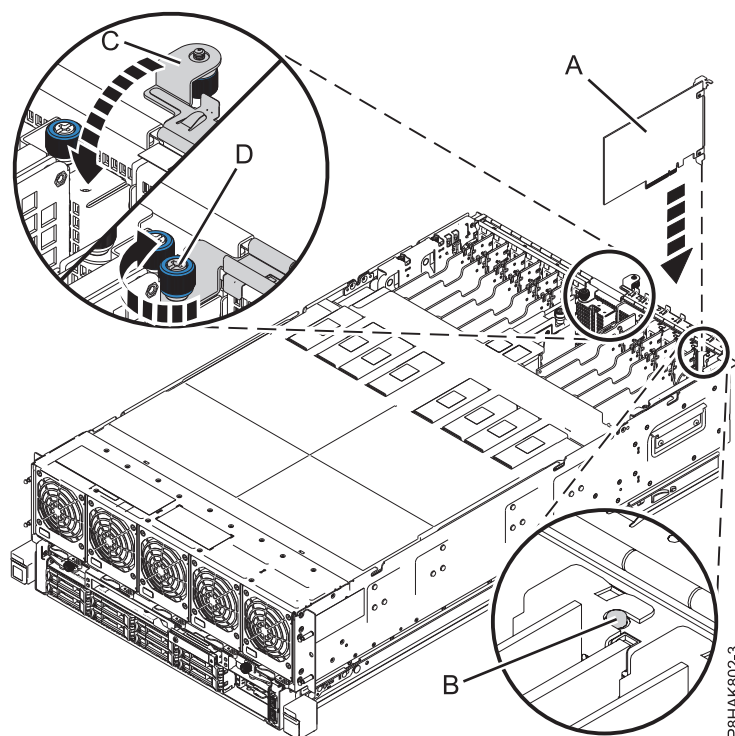

Figura 12. Instal·lació o substitució d'un adaptador PCIe al sistema 8408-44E o 8408-E8E
6. Agafeu amb compte l'adaptador per l'extrem superior o per la contrapunta i alineu-lo amb la ranura i el seu connector de la placa posterior del sistema (A), tal com es mostra a Figura 12 a la pàgina 19.